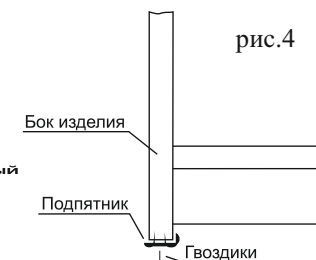

рис.4
9. Подпятники прибиваются гвоздиками к торцу изделия ограничительным ребром во внутрь (рис. 4).